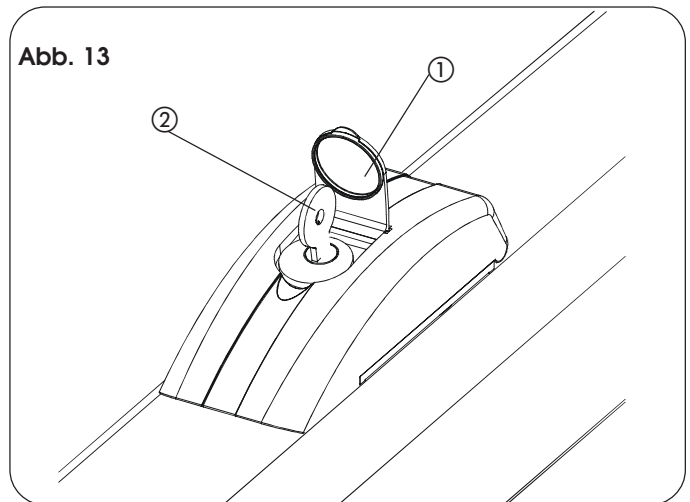

Abb. 13
- Die Schutzkappe anheben (Abb. 13, Bez. ①) und den entsprechenden, im Lieferumfang enthaltenen Schlüssel einführen (Abb. 13 Bez. ②).